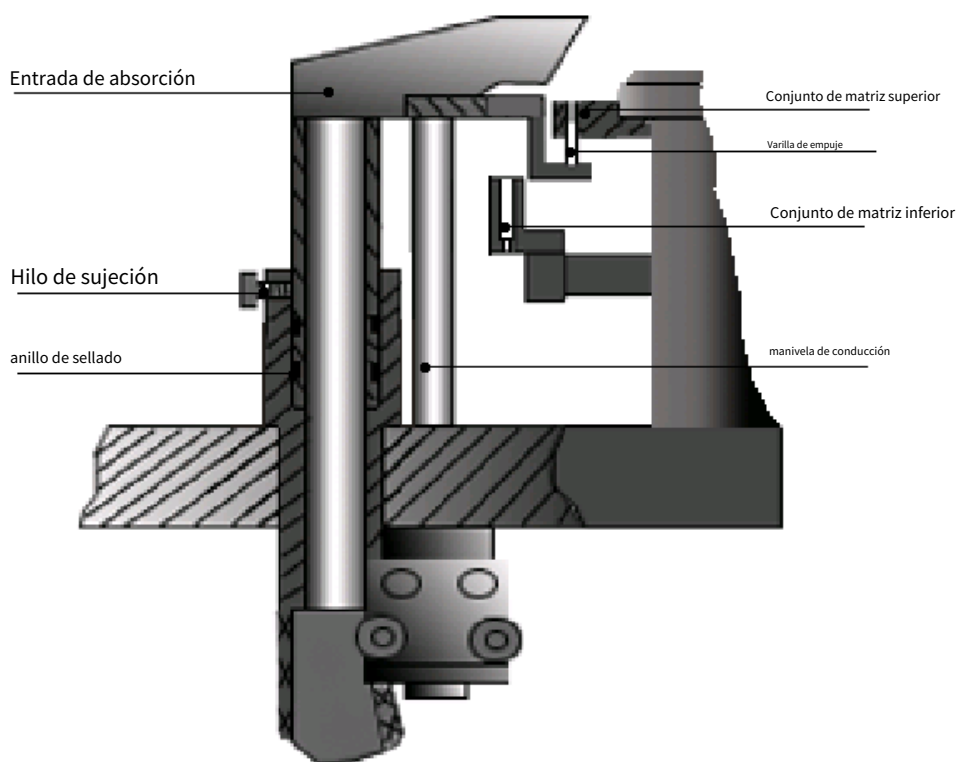

Fig. 23 Mecanismo de rechazo de la cápsula defectuosa
5.2.9 Ajuste del rechazo de la cápsula defectuosa (consulte las Fig. 23, 24)